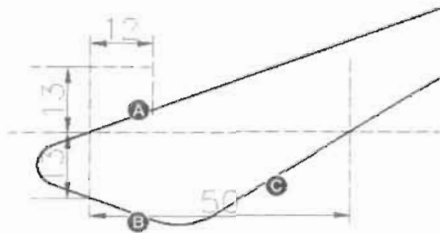

图 3-118
(6) 按空格键继续执行 Fillet 命令, 对构造线 B 和构造线 C 相交处进行圆角, 如图 3-118 所示, 命令执行过程如下。